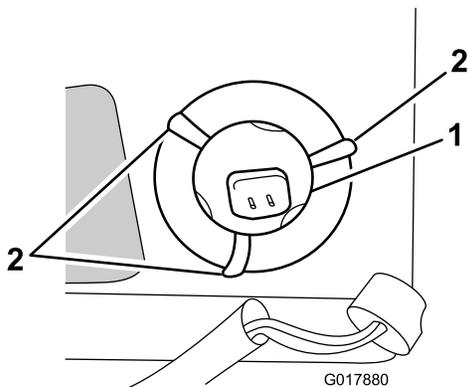

Bild 33
7. Biegen Sie die Drahtlaschen im Metallmantel (mit denen die Birne befestigt ist) nach außen, siehe Bild 33.